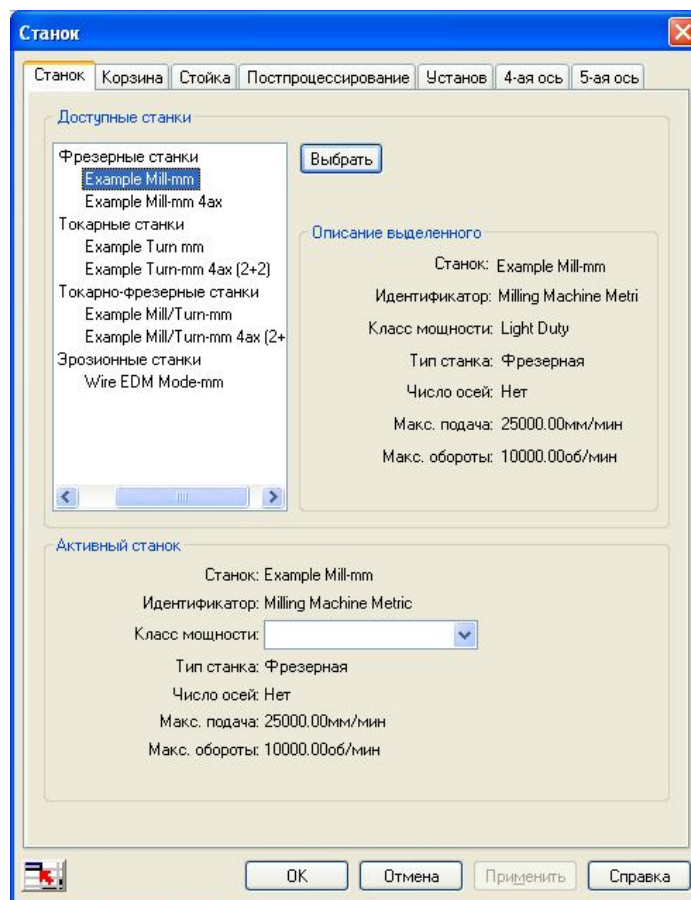

Рисунок 5.3 - Вікно параметрів верстату
3. У вікні, що відкрилося, вибери необхідний тип верстата і натисніть на кнопку <Выбрать>(рис. 5.3).